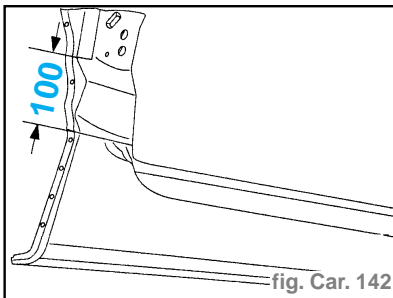

fig. Car. 142
- Tracer puis découper à l'aide d'une meule épaisseur 1 mm (coupe définitive) (fig. Car. 142).